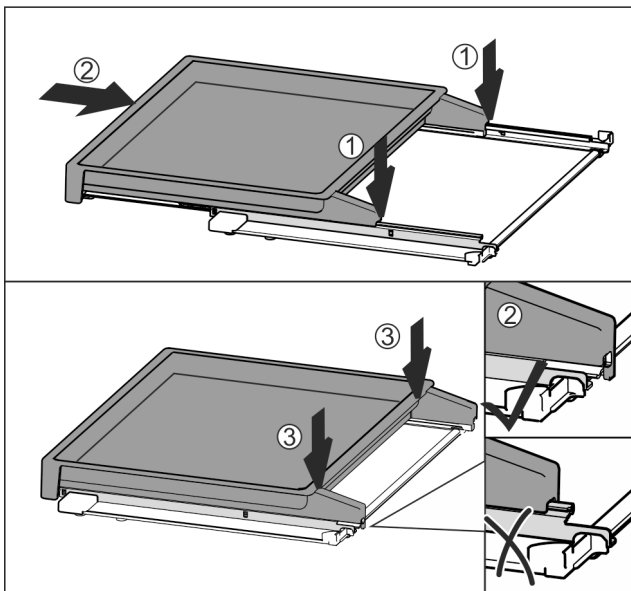

Fig. 110
- ▶ Colóquelo centrado sobre los rieles Fig. 110 (1).
- ▶ Introduzca por completo el estante extraíble Fig. 110 (2).
- ▶ Presione en el lado trasero hasta que encaje de forma perceptible Fig. 110 (3).